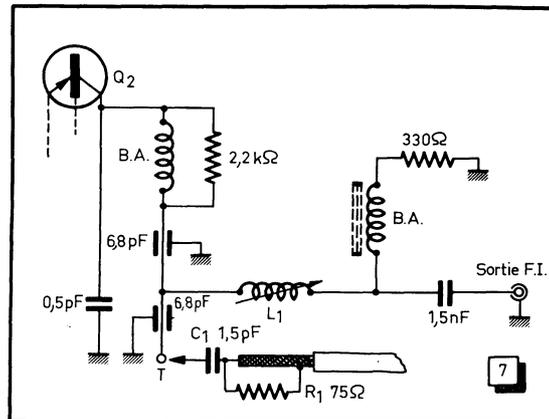

Fig. 7. — Sonde d'injection pour tuner à transistors, et position du point d'injection T. Les éléments R_1 et C_1 sont soudés très court.
S'il s'agit d'un tuner à transistors, son fabricant indique le point d'injection du signal vobulé, souvent appelé « point test ». On voit sur la figure 7 comment ce point (T) est connecté au circuit de sortie, en amont de la bobine F.I. (L_1). Le câble coaxial de sortie du vobulateur est fermé par une résistance (R_1) égale à son impédance caractéristique, 75 Ω le plus souvent, et l'injection du signal se fait à travers un condensateur (C_1) de très faible capacité, 1,5 à 2 pF. Les éléments R_1 et C_1 ont des connexions aussi courtes que possible. Il est recommandé, en outre, de boucler l'entrée d'antenne du tuner sur son impédance caractéristique.
Pour obtenir la courbe de réponse de la figure 8, on doit agir successivement sur le noyau de L_1 (sur le tuner, fig. 7), et sur ceux de L_2 et L_3 (sur la barrette spéciale, fig. 9). Le réglage de L_1 permet de